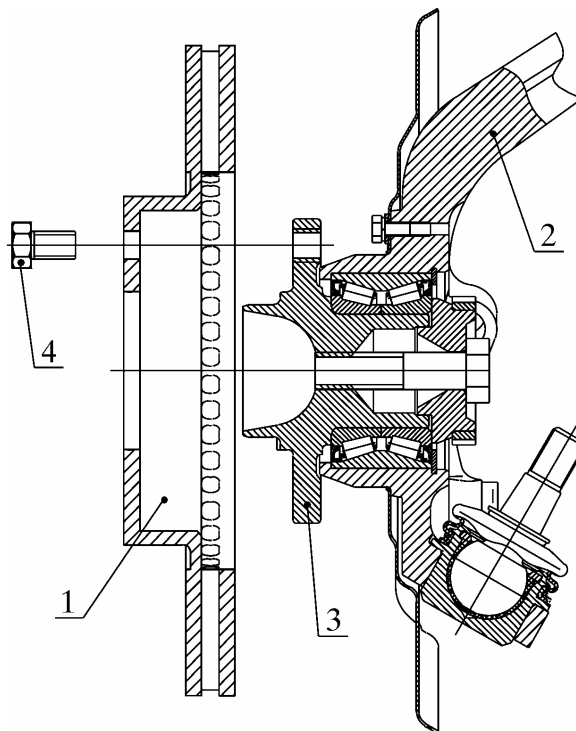

Рис. 4. Снятие диска тормоза:
4.8. Снять диск 1 (рис. 4) тормоза с шейки ступицы 3 левого переднего колеса, вывинтив и сняв два транспортных болта 4 его крепления к ступице 3.